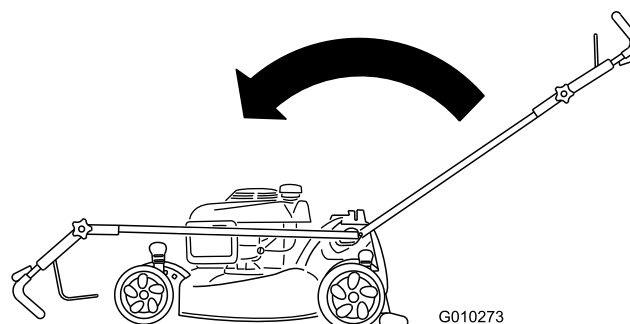

Figure 51
2. Repliez le guidon complètement vers l'avant et desserrez le bouton de la partie supérieure du guidon (Figure 51).